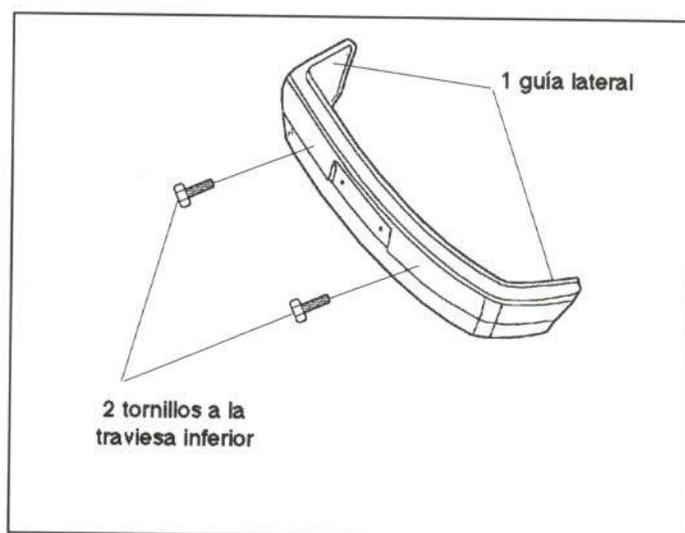

Figura 13.- Unión del paragolpes delantero
En la figura 13 se muestra la fijación de este elemento.
- . Paragolpes (figura 13).